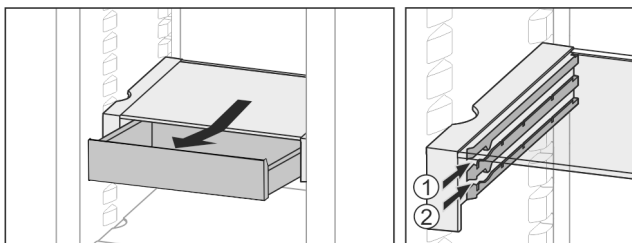

Fig. 24
- ▶ На любой высоте *Fig. 24 (1)* или *Fig. 24 (2)* вставьте.